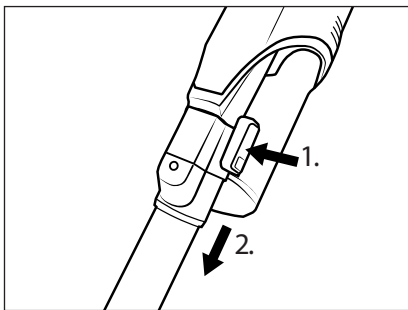

Bild 11
- ♦ För att ta av dammsugarröret **23** håller du upplåsningsknappen för dammsugarröret **24** intryckt samtidigt som du drar loss dammsugarröret **23** från dammsugarens insugsöppning (se bild 11).